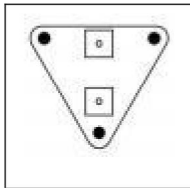

Figura 1.
- 1). Utilice los paneles de pared (3) para configurar la posición requerida de los ventiladores. marca tres Orificios de montaje, taladre tres orificios en los lugares marcados. Asegúrese de que su El área de montaje es estructuralmente sólida y libre de obstrucciones. Consulte la (Figura 1.)